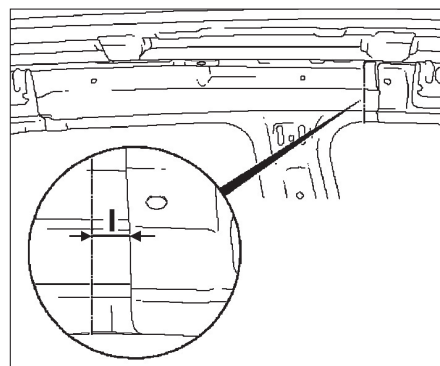

FIG. 70
- Découper le renfort arrière de montant B : I = 20 mm (fig. 70).